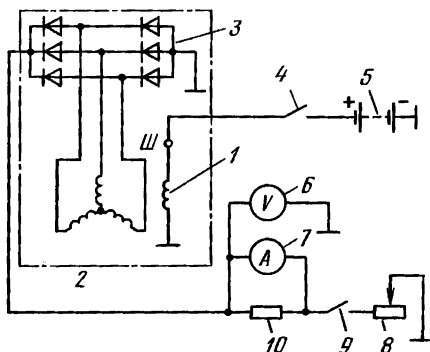

Рис. 174. Схема электрических соединений для испытаний генератора:
**Проверка генератора на стенде.** Закрепляют генератор на стенде за крышку со стороны щеткодержателей, соединяют с приводом стенда и подключают генератор согласно схеме, приведенной на рис. 174.